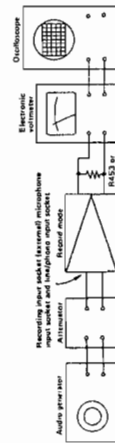

Figure 15-5
1. Make connection of instruments as shown in Fig. 15-5.
3. Short pins ④ and ⑥ at the secondary side of the bias oscillation coil (L801) to stop the oscillation.
- Die Instrumente gemäß Abbildung 15-5 anschließen.
- Die Stifte ④ und ⑤ der Sekundärseite der Vormagnetisierung-Schwingkreisspule (L801) kurzschließen, um die Schwingung zu unterbrechen.